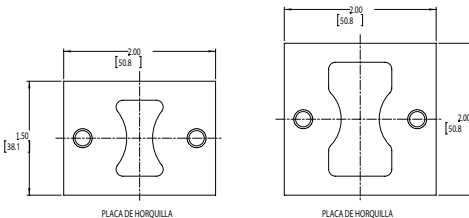

Figura 4
- Después de instalar el disyuntor de circuito/HMCP, monte la placa de horquilla apropiada en la horquilla con los dos (2) tornillos de 1/4-20 x 3/4" proporcionados y dos (2) arandelas de seguridad divididas en 1/4 tal como se muestra en la imagen y apriete los tornillos a 30 in.-lb. (3.4 N-m). Consulte la Figura 4 y el Cuadro A4 para elegir la placa de horquilla correcta para el ensamble.
* Consulte la Figura 4 en la página 2 para obtener más información sobre la placa de horquilla.